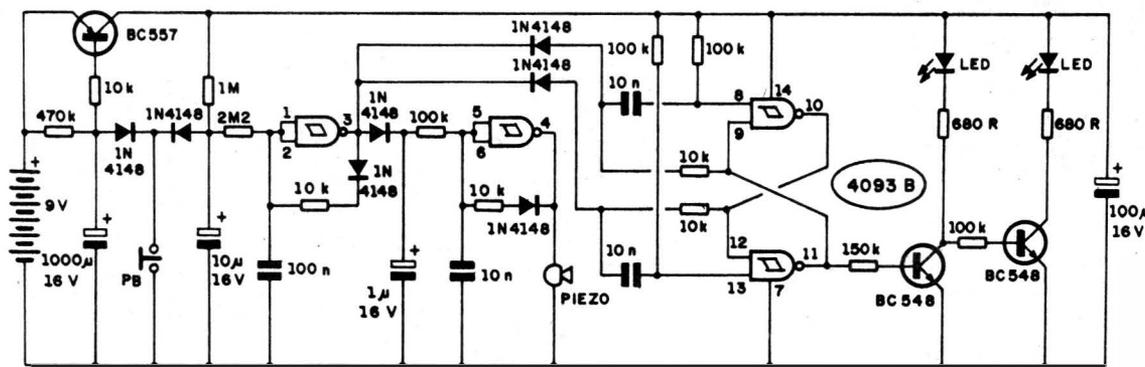

Fig.1
- FIG. 1 - O CIRCUITO - O super-versátil Integrado C.MOS 4093 encontra-se no "coração" do circuito, com seus 4 **gates** NAND de 2 entradas cada (função **Schmitt Trigger**) exercendo as atribuições de 3 blocos fundamentais do ODODE... Três transistores comuns (BC557 e BC548) auxiliam o 4093, em termos ativos... O "resto" são os dois LEDs indicadores finais, alguns diodos de isolamento e acoplamento, resistores e capacitores comuns, tudo distribuído num circuito apenas aparentemente complexo... Vejamos seu funcionamento, em uma análise simples: A alimentação (9 VCC, da bateria...) é permanentemente aplicada (não há interruptor geral); quando o interruptor de pressão Normalmente Aberto (PB) é acionado, o capacitor eletrolítico de 1000u (que estava carregado pela presença do resistor de 470K) se descarrega, imediatamente, através do diodo 1N4148 situado entre os ditos componentes... Com isso, o BC557, que se encontrava "cortado" (inibindo a alimentação geral para todo o circuito do ODODE...), "liga", permitindo que o circuito trabalhe por um tempo de aproximadamente 20 segundos, condicionado pelos valores do citado resistor de 470K e capacitor de 1000u (decorrida essa Temporização, novamente todo o circuito será desenergizado...). O **gate** do 4093 delimitado pelos pinos 1-2-3 está circuitado em oscilador controlado por Tensão, cuja Frequência básica é determinada pelo resistor de 10K e capacitor de 100n... Inicialmente, a Frequência é relativamente alta (em torno de 10 Hz), porém, à medida que a carga (escoada via diodo 1N4148, quando da pressão inicial sobre o push-button) no eletrolítico de 10u vai se elevando (através do resistor de 1M ao positivo da alimentação...), a Tensão aplicada ao oscilador via resistor de 2M2 faz com que, lentamente, o dito ritmo caia, até "zero" (quando, então, o oscilador pa-
- FIG. 4 - DETALHES DO "LEDÃO"... - Conforme o Leitor/Hobbysta viu na LISTA DE PEÇAS, recomendamos a utilização de LEDs do tipo com grande área luminosa, retangulares, popularmente chamados de "Ledões"... Esses LEDs mostram uma "janela" considerável, translúcida, com um rendimento sensivelmente melhor do que os convencionais (redondos, 5 mm), embora seu preço não seja muito maior do que o dos componentes comuns do gênero... A figura mostra o símbolo esquemático adotado para representar o componente (rever esquema, na fig. 1), bem como sua aparência, enfatizando a identificação das suas "pernas", sempre considerando que o terminal de **catodo** (K) corresponde ao pino **mais curto**... Na absoluta impossibilidade de se obter esses "Ledões", não haverá problema em se usar outros formatos ou tamanhos de LEDs (embora, naturalmente, com menor "impacto" luminoso, alguma perda na visualização final...).